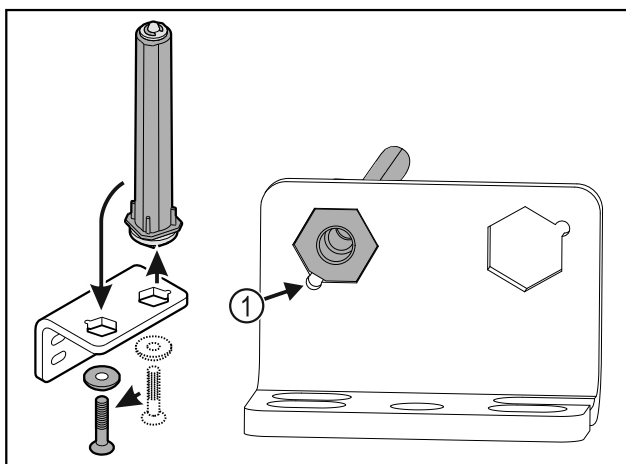

Fig. 26
- Atkreipkite dėmesį į tai, kad įstatant nuožulni kaiščio pusė Fig. 26 (1) nukreipta į apvalią skylę.